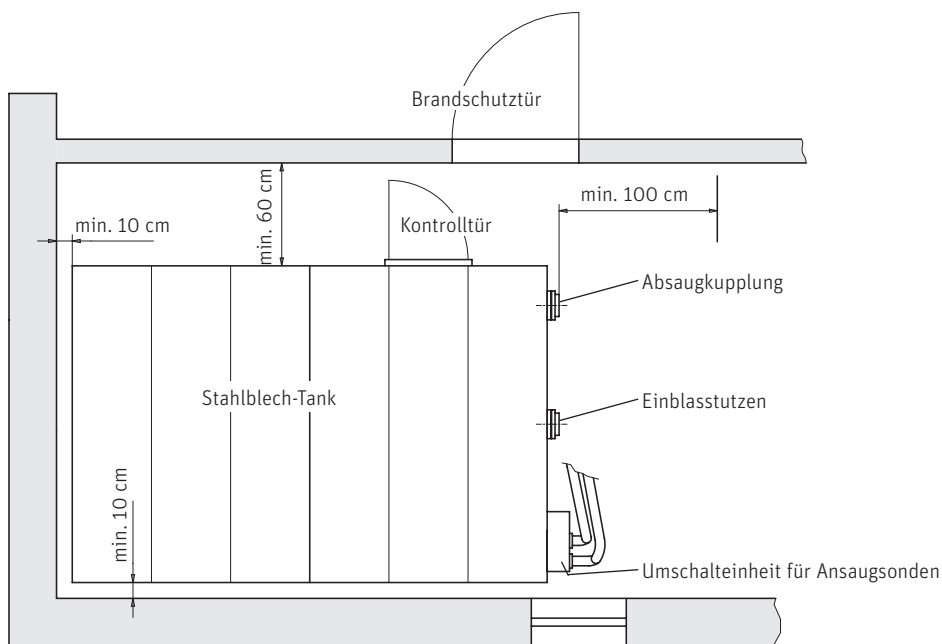

Fig. 2 Stahlblech-Tank und Heizraum - Ansicht von oben
- Seitlicher Platzbedarf mindestens 10 cm zur Wand bzw. bei der Kontrolltür, Umschalteneinheit mindestens 60 cm und bei Einblasstutzen und Absaugkupplung zum Anschließen der Schläuche mindestens 100 cm – Fig. 2.